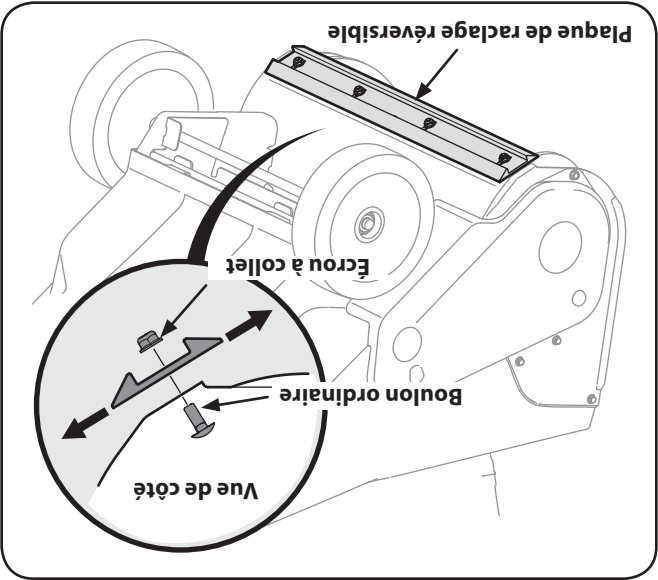

Figure 7-5
3. Enlevez les quatre boulons ordinaires, et les écrous à collet qui la maintiennent sur la souffluse. Voir la Fig. 7-5.